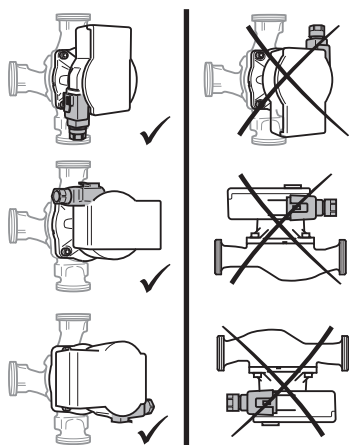

Fig. 2: Монтажни положения
- Мястото на монтаж трябва да бъде избрано съобразно допустимото монтажno положение (Fig. 2).
- Спазвайте допустимото монтажno положение (Fig. 2) на помпата, съответно завъртете главата на мотора (2+6).
**ВНИМАНИЕ! Водните течове могат да повредят регулиращия модул! Нивелирайте странично горния затварящ кран така, че при евентуален теч водата да не капе върху регулиращия модул (6).**
- Дръжте главата на мотора (2+6) стабилно и развийте 4-те болта на корпуса (5).
- Спазвайте допустимото монтажno положение (Fig. 2) и стрелката за посоката на протичане върху корпуса на помпата (1).
- Затегнете добре 4-те болта на корпуса (5).